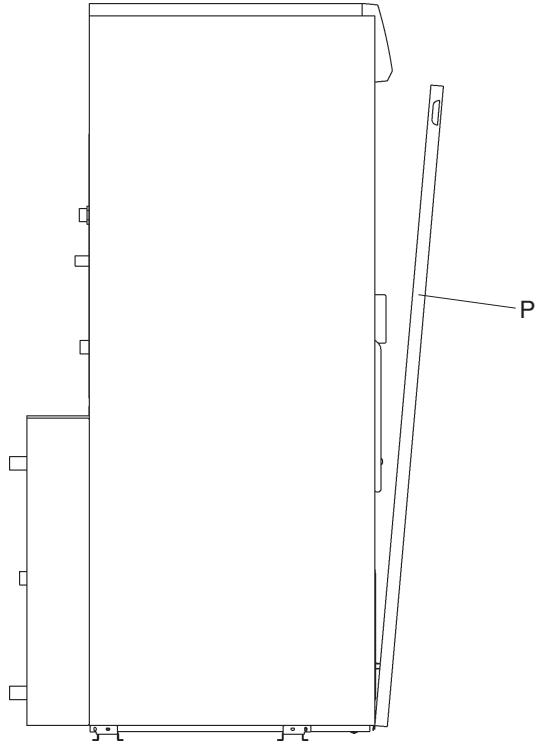

Fig. 2.5
- rimuovere il pannello anteriore (P) della mantellatura (fig. 2.5)